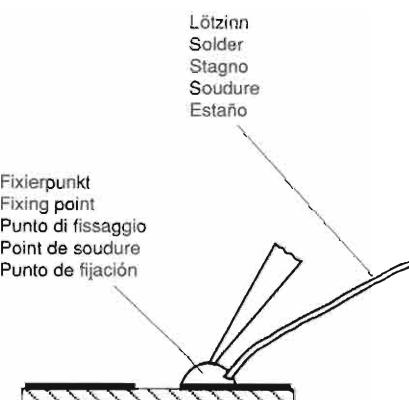

Fig. 3
Lötperle anbringen (Fig. 3).
Then apply a solder bead (Fig. 3).
3. Aspirer les restes de soudure sur le circuit. Poser une pointe de soudure (Fig. 3).
3. Pulire il punto dai residui di saldatura. Applicare una goccia di stagno (Fig. 3).
- Tercer paso: Limpiar el punto de soldadura de residuos de la soldadura anterior. Poner una gota de estaño (Fig. 3).